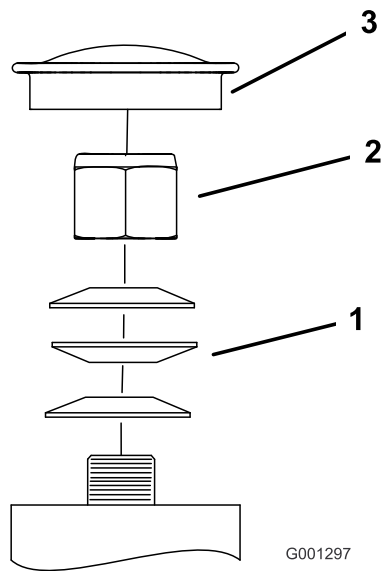

Figura 64
3. Retire el tapón guardapolvo de la rueda giratoria y apriete la contratuerca (Figura 64).
4. Apriete la contratuerca hasta que las arandelas de muelle estén planas, luego afloje 1/4 de vuelta para establecer la pre-carga correcta de los cojinetes (Figura 64).
**Importante:** Asegúrese de que las arandelas de muelle están correctamente instaladas, según se muestra en Figura 64.
5. Coloque el tapón guardapolvo (Figura 64).